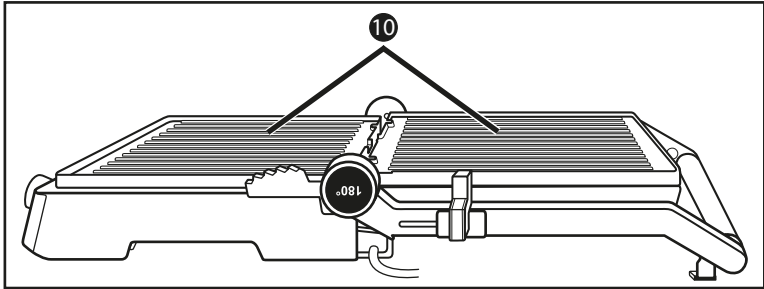

Abb. 2
- 3) Die Grillplatten ⑩ liegen nun nebeneinander und können als Tischgrill genutzt werden (Abb. 2).